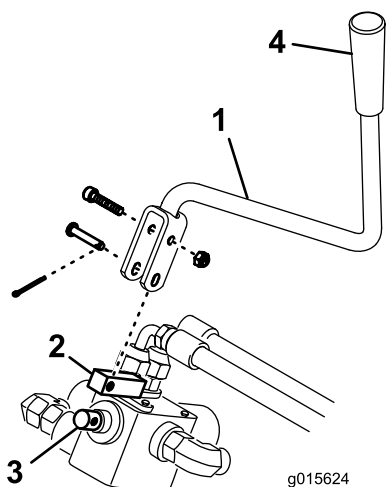

Figure 10
19. Montez le levier de pivot sur la poignée avec une vis à tête creuse et un contre-écrou (Figure 10).
20. Montez le pommeau sur la poignée (Figure 10).